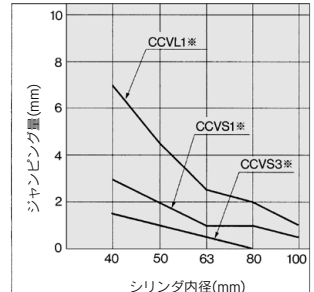

図5
- 圧力補償機構はシリンダ作動時に図5に示すジャンピング量をもたないますのでご注意ください。ジャンピングとはシリンダ速度が制御されずに制御速度より高速で動くことをいいます。